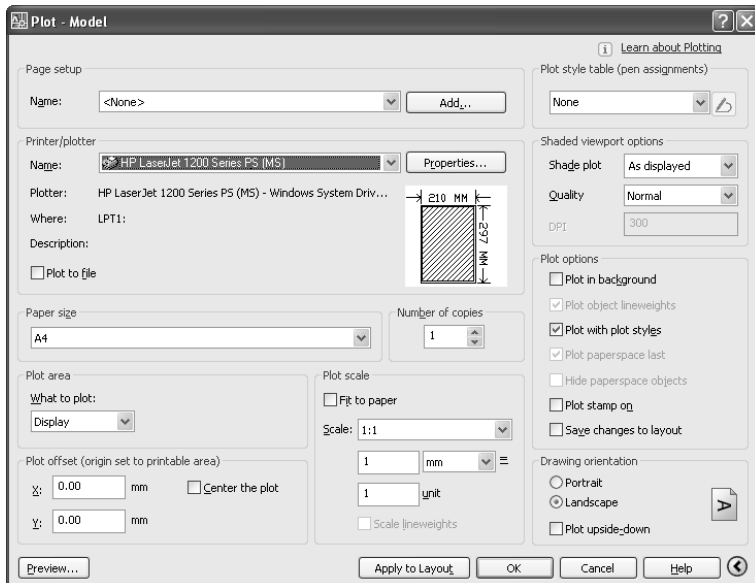

Рис. 9.13. Диалоговое окно **Plot** для листа модели
- выберите в диалоговом окне **Plot** (Печать), показанном на рис. 9.13, или **Page Setup** (см. рис. 9.6) из раскрывающегося списка группы **Plot style table (pen assignments)** (Таблица стилей печати) нужную таблицу сти-
- выберите в диалоговом окне **Plot** (см. рис. 9.13) или **Page Setup** (см. рис. 9.6) из раскрывающегося списка группы **Plot style table (pen assignments)** нужную таблицу стилей, а затем щелкните по кнопке **Edit** (Изменить);